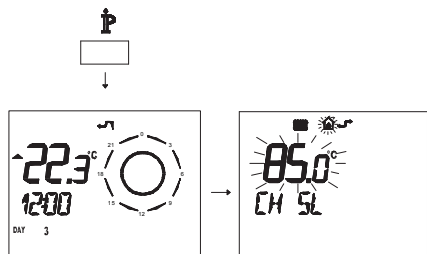

Figura 5.48
- Pulse durante más de 3 segundos el botón **IP** para entrar en la modalidad **INFO** (Figura 5.48).